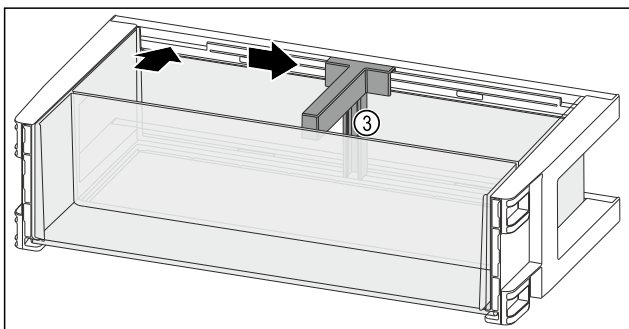

Fig. 115
- ▶ Flaschenhalter Fig. 115 (3) in die Aussparung einsetzen.
- ▶ Flaschenhalter Fig. 115 (3) in gewünschte Position zur Seite schieben.